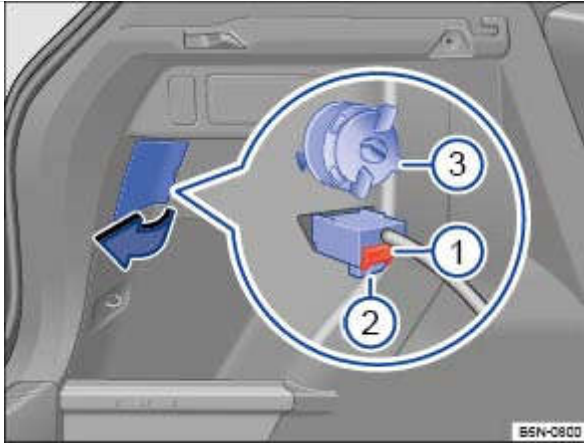

Fig. 277 Sur les côtés du coffre à bagages : dépose du bloc de feux arrière
| 3. | Ouvrez dans le sens de la flèche la découpe du revêtement latéral du coffre à bagages dans la zone du bloc de feux arrière → Fig. 277 . |
| 4. | Retirez le verrouillage rouge → Fig. 277 ① de la fiche de raccordement avant de débrancher cette dernière → Fig. 277 ② . |
| 5. | Déverrouillez la vis de fixation en la tournant dans le sens inverse des aiguilles d'une montre → Fig. 277 ③ . |
12. Maintenez d'une main le bloc de feux arrière en position de montage, puis serrez la vis de fixation avec l'autre main → Fig. 277 ③ .